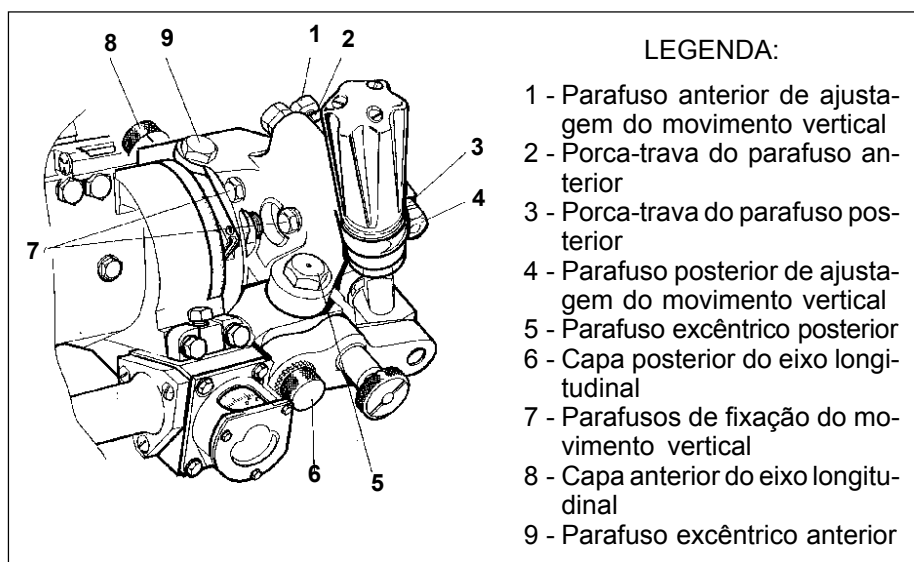

Fig 11-5. Suporte do aparelho de pontaria
a. Retire as capas posterior e anterior do eixo longitudinal do suporte do aparelho de pontaria. (Fig 11-5)
b. Retire as capas posterior e anterior do eixo longitudinal do suporte do aparelho de pontaria (Fig 11-5)
(1) caso se esteja utilizando o ponto afastado, através dos volantes de direção e elevação execute a visada pela culatra (retire a Agulha de Ignição) e coincida o centro da cinta-retículo sobre o mesmo. Verifique pela ocular da luneta de retificação do suporte do aparelho de pontaria se o retículo interno do mesmo está sobre o mesmo ponto;
(2) caso se esteja utilizando o alvo de retificação através dos volantes de direção e elevação execute a visada pela culatra (retire a Agulha de Ignição) e coincida o centro da cinta-retículo sobre o diagrama do eixo da alma do tubo. Verifique pela ocular da luneta de retificação do suporte do aparelho de pontaria se o retículo interno do mesmo está sobre o seu diagrama respectivo no alvo.
(a) solte os parafusos de fixação do movimento vertical (Fig 11-5) do eixo longitudinal não mais que uma volta e as porcas-trava dos parafusos anterior e posterior de ajustagem do movimento vertical; (Fig 11-5)
(b) agindo nos parafusos excêntricos anterior e posterior (Fig 11-5) e corrigindo o alinhamento do retículo vertical para o mesmo ponto do alvo de retificação ou do ponto afastado.